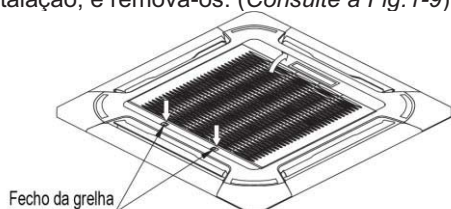

Fig.1-7
- Faça deslizar os fechos da grelha para o meio ao mesmo tempo e, depois, puxe para baixo. (Consulte a Fig. 1-7)